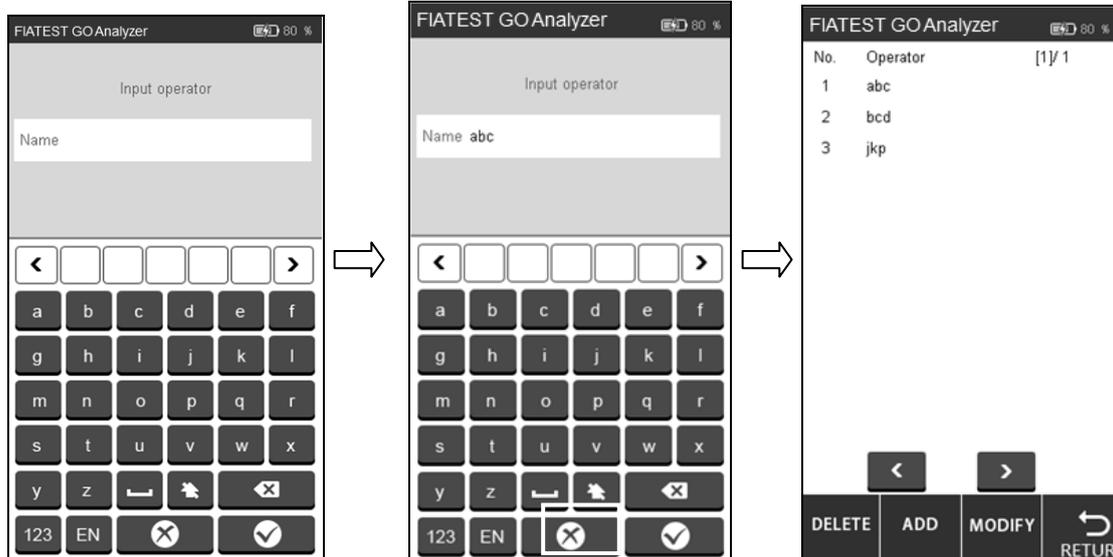
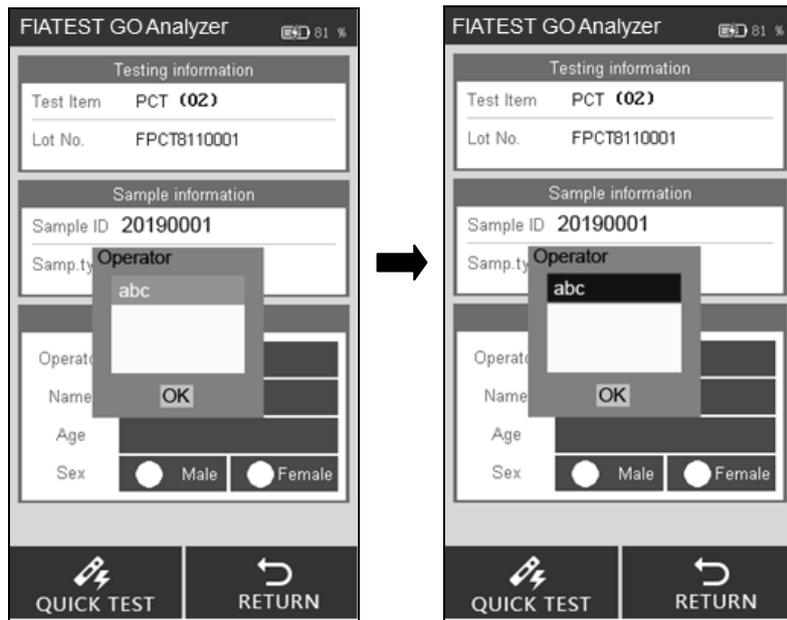

Fig 18
Fig 31
Haga clic en “**ADD**”, introduzca el nombre de operador, haga clic en  para completar la adición. (Ref. Fig 18)
Haga clic en el operador que se necesita eliminar o modificar, y el color se cambiará a azul. Haga clic en “DELETE”, el operador seleccionado se eliminará, haga clic en “MODIFY” para entrar en la interfaz como Fig 18.
Paso 5: Ponga la información del paciente, como operador, el nombre de paciente, edad y sexo. Toque el área al lado de operador, la interfaz aparecerá como Fig 31. Seleccione el operador. La adición de la información del operador se explica con Fig 18 en sección 5.1.1.